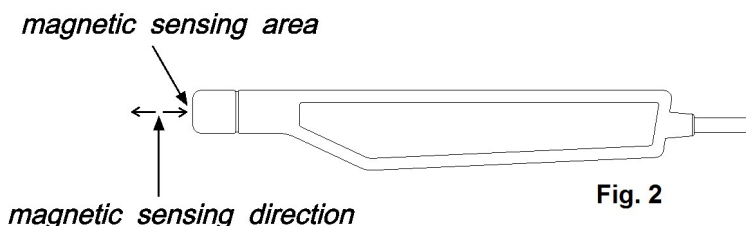

Fig. 2
3. Berühren und schließen Sie das Testmaterial mit dem Sondenkopf (siehe Abb. 2, Seite 5), das Display zeigt die Magnetfeldwert zusammen mit dem Einheit (mG,uT).